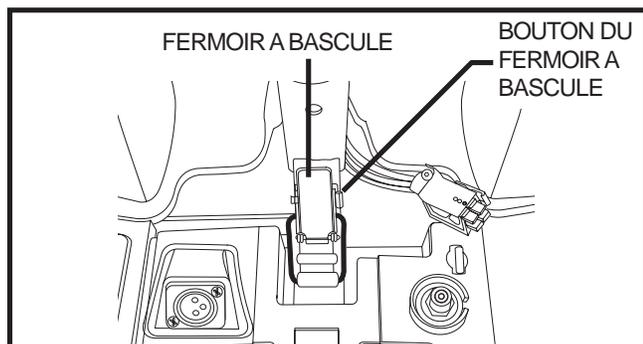

Figure 21. Ferموir à bascule
1. Pesez sur le bouton de détente tout en tirant sur le ferموir. Voir la figure 21.
5. Enclenchez le fermoir à bascule. Voir la figure 21.